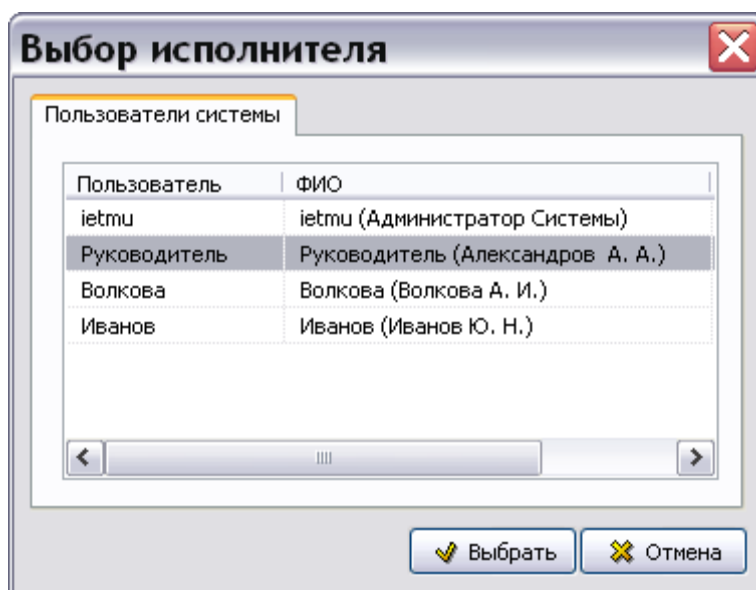

Рис. 20.5
- В поле **Ответственный** выберите пользователя, ответственного за извещение об изменении, из выпадающего списка. Для этого нажмите на кнопку , в окне **Выбор исполнителя** укажите пользователя (Рис. 20.5) и нажмите на кнопку **Выбрать**.